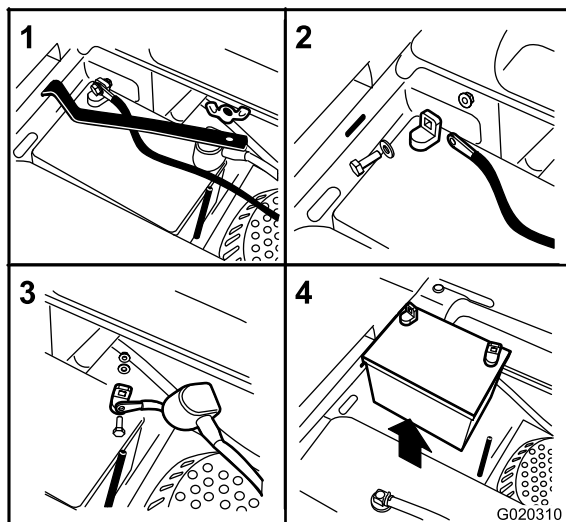

Figure 44
3. Retirez l'écrou à oreilles qui fixe la barrette de maintien de la batterie (Figure 44).
4. Déposez la barrette de maintien (Figure 44).
5. Commencez par débrancher le câble négatif (noir) de la borne négative (-) (noire) de la batterie (Figure 44).
6. Enlevez le capuchon rouge de la borne positive (rouge) de la batterie et débranchez le câble positif (+)(rouge) (Figure 44).
1. Placez la batterie dans son support en tournant les bornes à l'opposé du réservoir de carburant (Figure 44).
4. Fixez les câbles avec 2 boulons, 2 rondelles et 2 contre-écrous (Figure 44).
6. Reposez la barrette de maintien et fixez-la avec l'écrou à oreilles (Figure 44).